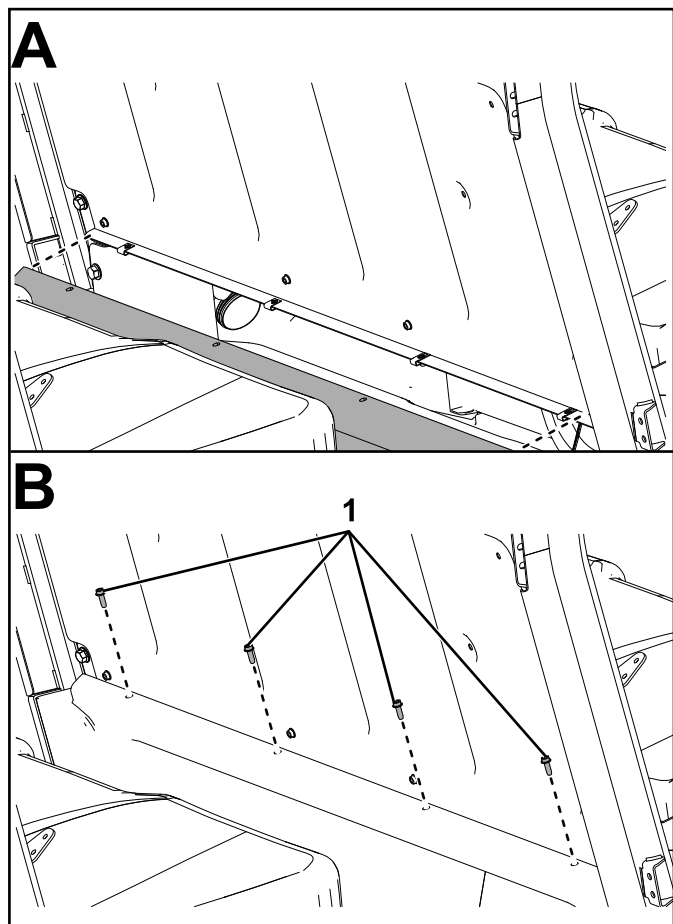

Figure 56
23. Fixez le panneau de siège central sur le plancher et les 4 clips ($\frac{1}{4}$ po) à l'aide de 4 boulons à tête hexagonale à embase ($\frac{1}{4} \times \frac{3}{4}$ po), comme montré à la Figure 56.